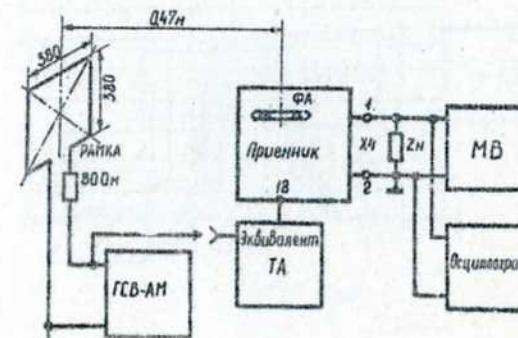
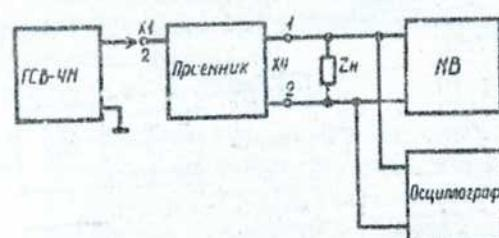

Рис. 7
Рис.9
4.5.6.2. Подать на контакт 2 розетки XI сигнал от генератора напряжением 100 ± 10 мВ девиацией $22,5 \pm 0,3$ кГц и частотой $f = 65^{+0,2}_{-0,5}$ МГц (см. рис. 9).
Для диапазонов ДВ и СВ приборы подключаются в соответствии со схемой /рис.7/.
Приборы подключаются в соответствии со схемой на рис.7 для диапазона СВ2 и рис.9 для диапазона УКВ.
Проверка производится в диапазоне СВ2 и приборы подключаются в соответствии со схемой рис.7. На рамку от генератора подается сигнал частотой 1 МГц величиной 0,3 мВ, модулированной частотой 1000 Гц и глубиной 30 %. Приемник настраивается ручкой плавной настройки на частоту сигнала. Величина сигнала увеличивается до 150 мВ и регулятором громкости устанавливается выходное напряжение 0,45 В.